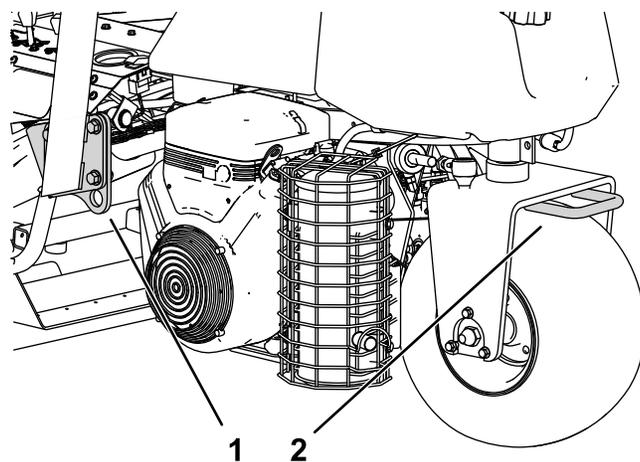

Рисунок 25
- Надежно закрепите машину с помощью ремней, цепей, тросов или веревок. И передний, и задний ремни должны быть направлены вниз и в сторону от машины (Рисунок 25).